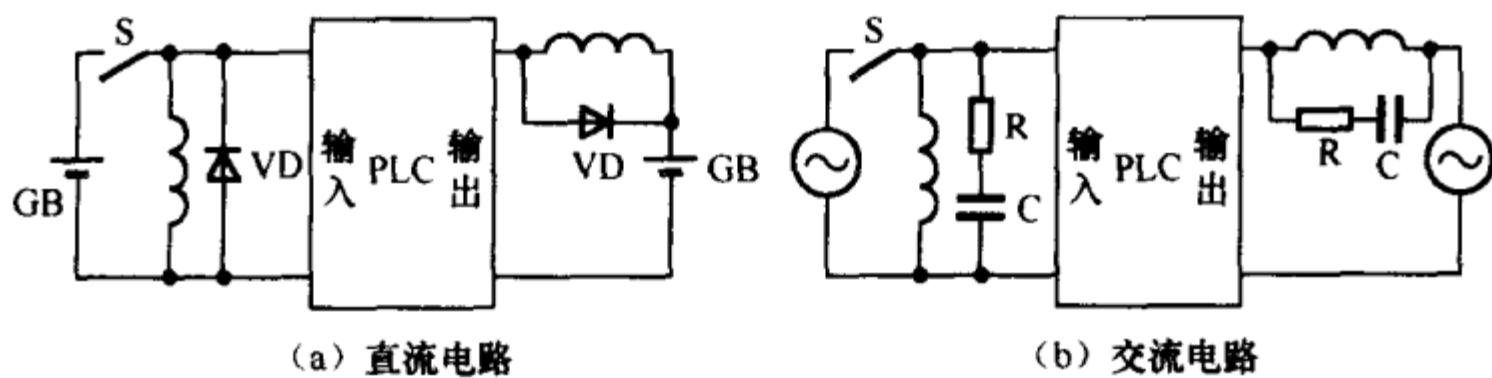

图 70 输入、输出端的接线
(1) I/O 信号线尽量远离(至少大于 10cm)高电压、大电流的主电路导线和电源线。
(2) 当 I/O 信号线不能与主电路导线、电源线分开时，I/O 信号线应采用屏蔽电缆，且在 PLC 一侧将电缆屏蔽层接地。若效果欠佳，则可在另一端接地。
(3) 传送模拟信号的屏蔽线的屏蔽层应一端接地。为了泄放高频干扰，数字信号线的屏蔽层应并联电位均衡线，其电阻应小于屏蔽层电阻的 1/10，并将屏蔽层两端接地。如果无法设置电位均衡线，或只考虑抑制低频干扰，也可以一端接地。
(4) 输出单元接线需注意直流电源极性。对于继电器输出单元，对直流电源没有极性的要求；而对于场效应晶体管输出单元，对电源极性有严格要求，一旦极性接反，可能导致严重事故。
(5) 输入单元的公共端(COM)和输出单元的公共端不能连接在一起。
(6) 所有接线应尽可能短。过长的走线会因分布电容而引起干扰。必要时采用绞线及屏蔽线。
(7) 当 PLC 输入端或输出端接有感性元件时，应在它们两端并联续流二极管(直流电路)或 RC 电路(交流电路)，以抑制电路断开时产生的过电压对 PLC 的影响，如图 70 所示。
在图 70 中，电阻 R 可取 51 ~ 120Ω 电阻；电容 C 可取 0.1 ~ 0.47μF 电容，其额定电压应大于电源峰值电压；续流二极管 VD 可选用额定电流为 1A、耐压大于电源电压 3 倍的管子。